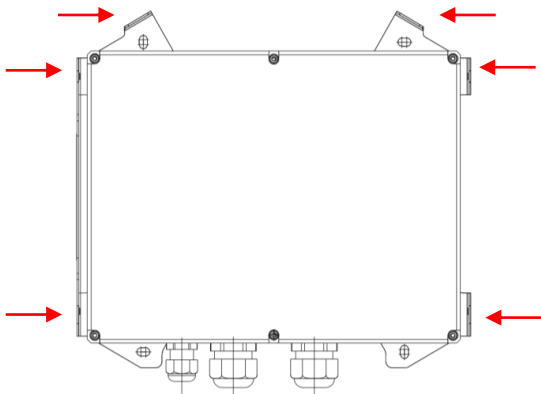

Abbildung 11: Montagelaschen
3. Setzen Sie die Designhaube auf die Montageplatte. Achten Sie auf eine korrekte Ausrichtung der Haube. Die Laschen der Montageplatte (Abbildung 11, Pfeile) müssen in die Designhaube hineingreifen.